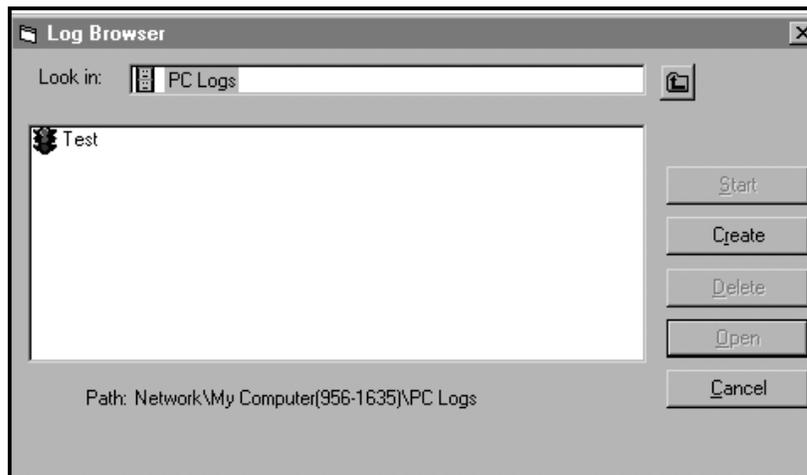

Figure 16 : Créer un journal PC
- Double-cliquez sur *Journaux PC* pour accéder à la boîte de dialogue illustrée à la Figure 16.
- Dans la boîte de dialogue illustrée à la Figure 16, cliquez sur le bouton d'option **[Créer]** pour créer un nouveau journal de débitmètre.